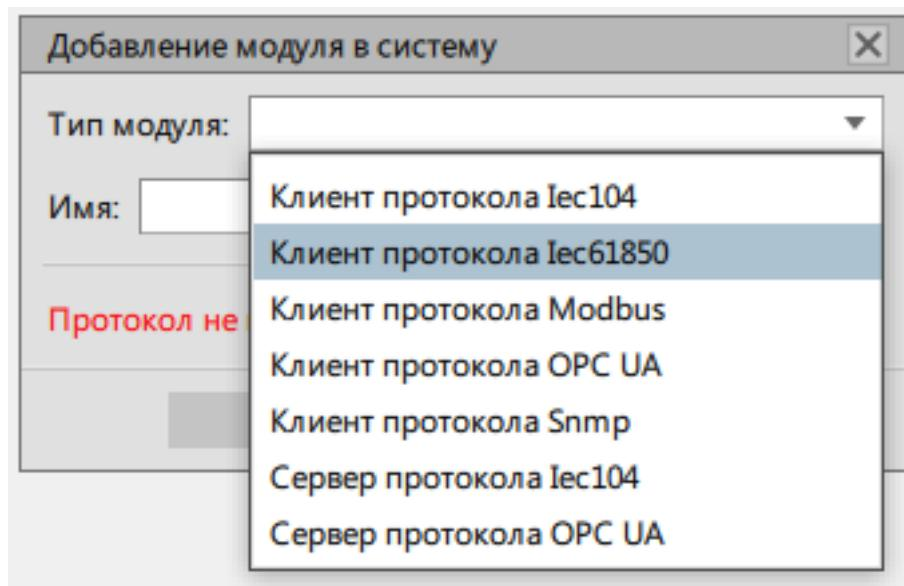

Рисунок 207 - Клиент протокола Iec61850
14. Выберите модуль **Клиент протокола Iec61850** и нажмите **OK** (Рисунок 207).